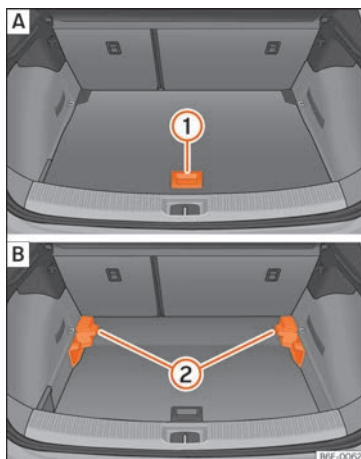

Abb. 144 Variabler Gepäckraumboden: **A** Hochstellung; **B** Tiefstellung.
- Um von der niedrigen in die hohe Position überzugehen, heben Sie den Boden am Haltegriff »» (Abb. 144) ① an und ziehen Sie ihn nach hinten, bis der vordere Teil des Bodens vollständig über den Halterungen ② liegt.
- Den Gepäckraumboden nun bis zum Anschlag an den Rücksitzlehnen nach vorne schieben und mit Hilfe des Haltegriffs ① absenken.
- Um von der hohen in die niedrige Position überzugehen, heben Sie den Boden am Haltegriff »» (Abb. 144) ① an und ziehen Sie ihn nach hinten, bis der vordere Teil des Bodens vollständig über den Halterungen ② liegt.
- Den vorderen Teil auf den Boden absenken und diesen bis zum Anschlag an den Rücksitzlehnen nach vorn verschieben und dabei den Boden gleichzeitig mit Hilfe des Haltegriffs ① absenken.
- Bei einem variablen Boden in hoher Position diesen am Haltegriff anheben »» (Abb. 144) ①, daran ziehen und in Richtung der Rücksitzlehne bewegen bis der Boden an der Scharnierlinie eingeklappt wird und sich der bewegliche Teil des Bodens auf diesem befindet.